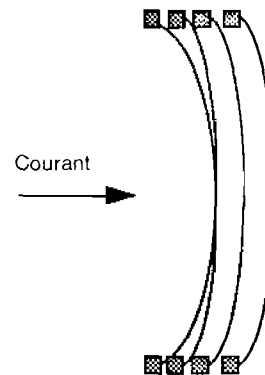
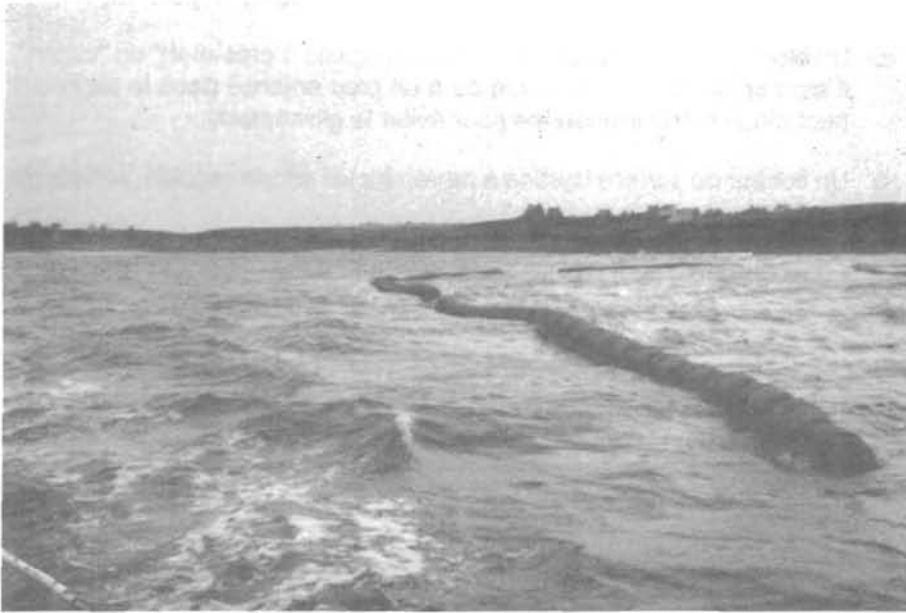

Figure 39 - Quand il y a du courant, une filière détendue peut aller frotter sur sa voisine (vue de dessus)
Figure 40 - Filière de surface mal tendue
- Lorsqu'elle est mal tendue, une filière s'arrondit sous l'effet du courant et forme un ventre (Figure 40). Les techniciens vous diraient "qu'elle prend de la flèche". Dans certains cas, elle peut aller toucher une autre filière tendue autrement (Figure 39). Pour éviter les dégâts dus à un emmêlement des deux, un plus grand écartement est nécessaire. La concession n'est plus utilisée de façon optimale.